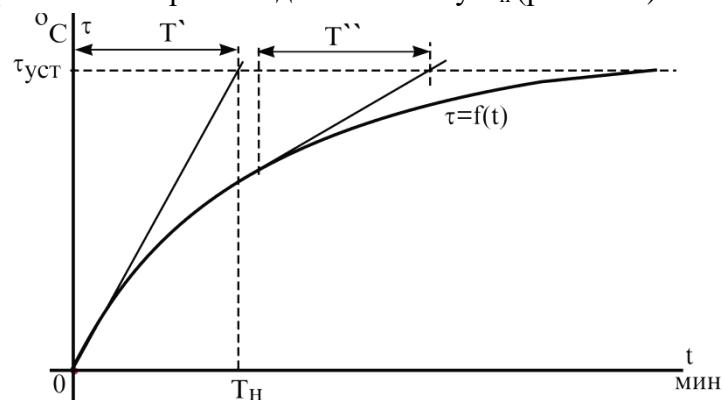

Рисунок 12.2. Кривую нагрева электродвигателя
2.4.1. Метод касательной. Касательная в начальной точке отсекает на линии $\tau_{\text{уст}}$ отрезок, проекция которого на ось времени даст величину T_h (рис. 12.2).